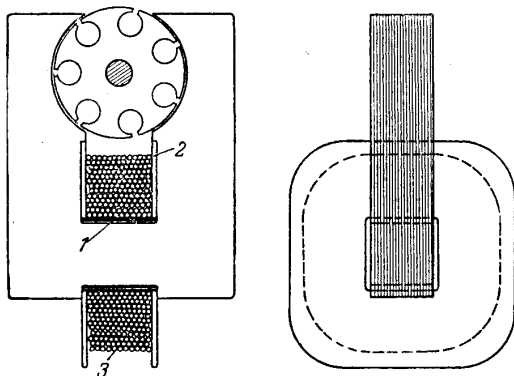

рис.57
Переходим к расчету магнитной системы. Для самодельного двигателя проще всего применять магнитную систему открытого типа (рис.57, где 1 - пропитанная бумага; 2 - фланец; 3 - катушка). Прежде всего определим воздушный зазор  $q$  между якорем и полюсами. В машинах постоянного тока берут увеличенный зазор, который уменьшает размагничивающее действие магнитного поля якоря. Воздушный зазор  $q = 0,45 t AS/B$  (см). (6)